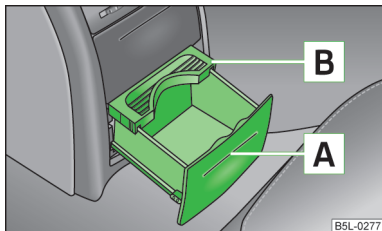

Fig. 67
- Premere sul telaio nell'area **A** » fig. 67 - il portalattine fuoriuscirà.